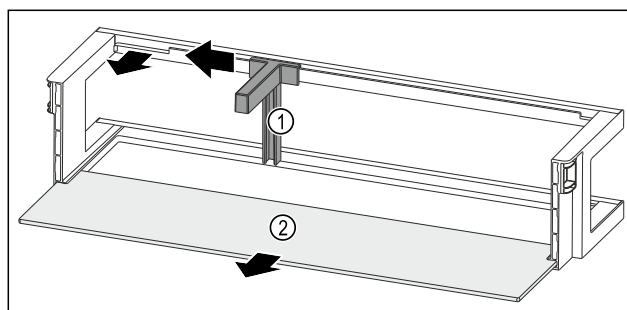

Fig. 142 Türabsteller mit Flaschenhalter und Abstellfläche
- Flaschenhalter Fig. 142 (1) bis zur Aussparung zur Seite schieben.
- Flaschenhalter Fig. 142 (1) entnehmen.
- Abstellfläche Fig. 142 (2) entnehmen.